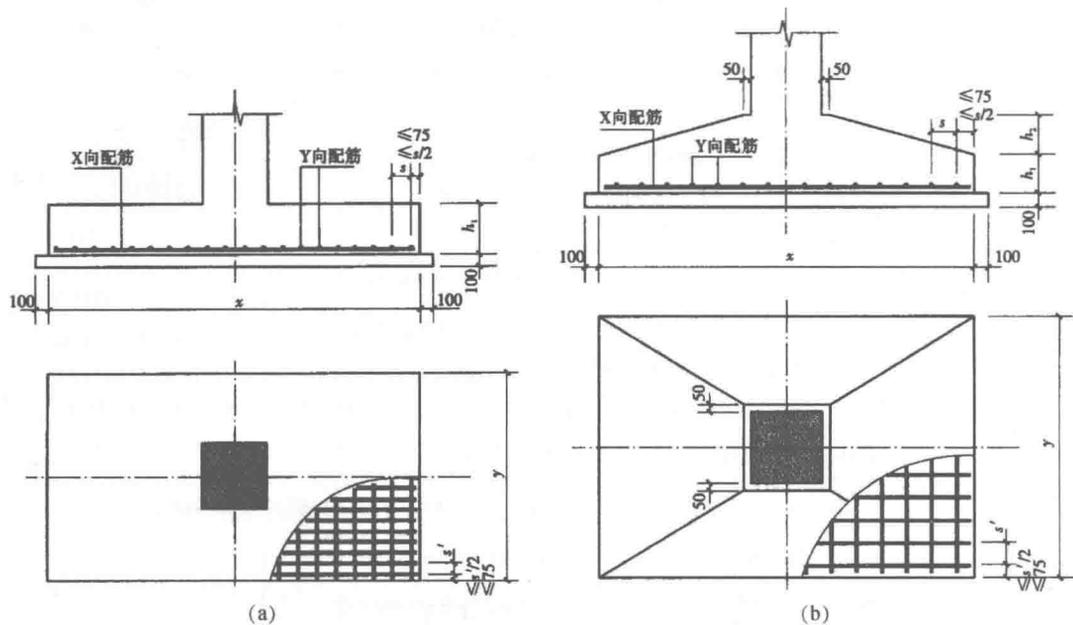

图 1-22 独立基础底板配筋构造
独立基础底板配筋构造适用于普通独立基础、杯口独立基础，其配筋构造如图 1-22 所示。
- (1) 独立基础底板配筋构造适用于普通独立基础和杯口独立基础。
- (2) 几何尺寸和配筋根据具体结构设计和图 1-22 构造确定。
- (3) 独立基础底板双向交叉钢筋长向设置在下，短向设置在上。